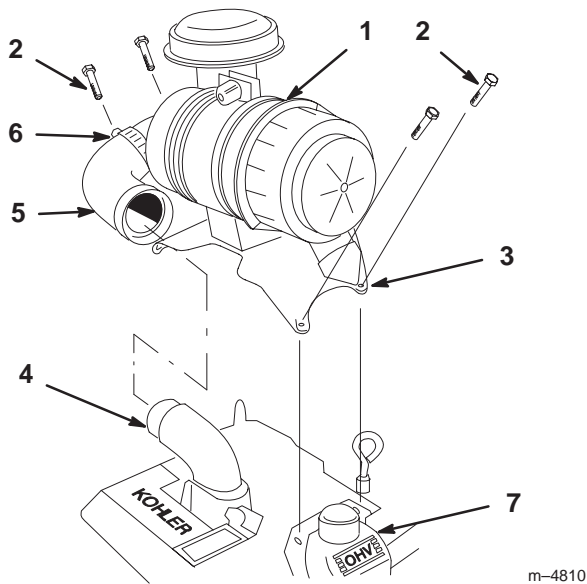

Figure 7
1. Sortez le filtre à air de la boîte. Ne séparez pas le filtre à air et son support (Fig. 7).
2. Retirez les 2 vis supérieures de montage sur les couvre-culasses (Fig. 7).
3. Posez le filtre à air sur le moteur et alignez les trous du support du filtre à air avec ceux des couvre-culasses (Fig. 7).
4. Placez les vis dans le support du filtre à air et les couvre-culasses (Fig. 7).
5. Retirez les bouchons en plastique du coude d'admission d'air sur le moteur et le flexible du filtre à air (Fig. 7).
6. Raccordez le flexible au coude d'admission d'air et au filtre à air. Serrez les colliers pour fixer les raccords du flexible (Fig. 7).